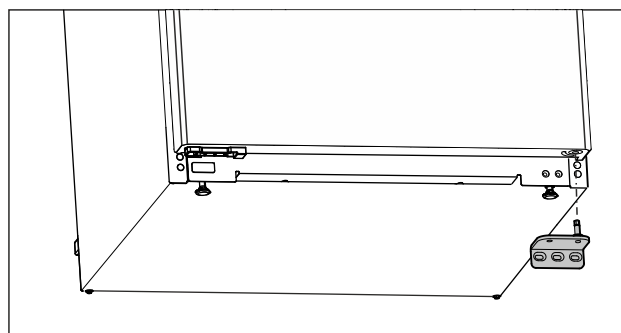

Fig. 8
- ▶ Detașați suportul de lagăr în jos. (vezi Fig. 8)